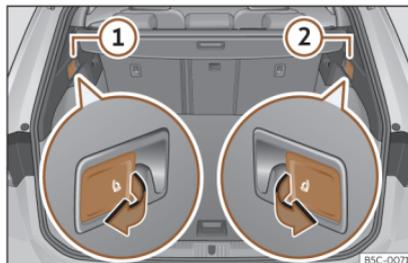

Fig. 113 En el maletero: palancas para desbloqueo del respaldo trasero.
- Tire de la palanca de desbloqueo a distancia de la parte izquierda» fig. 113 ① o derecha ② del respaldo en el sentido de la flecha. La parte desbloqueada del respaldo trasero se abate automáticamente hacia delante.